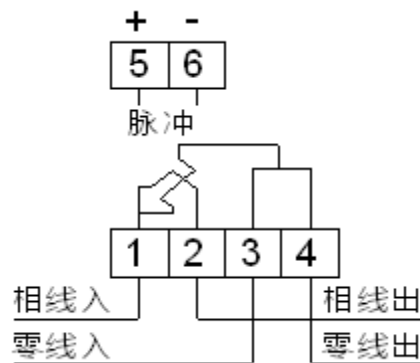

图 3 电能表接线图
5) 电能表应按接线端盖上的接线图正确接线。输入输出接线图 3所示：